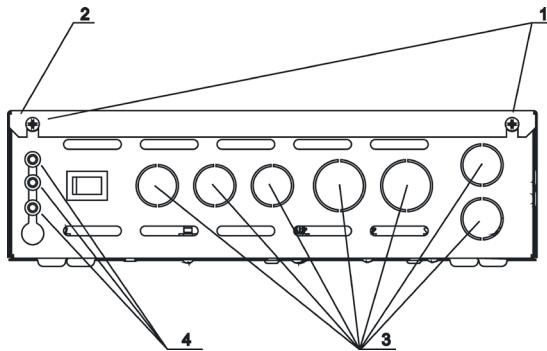
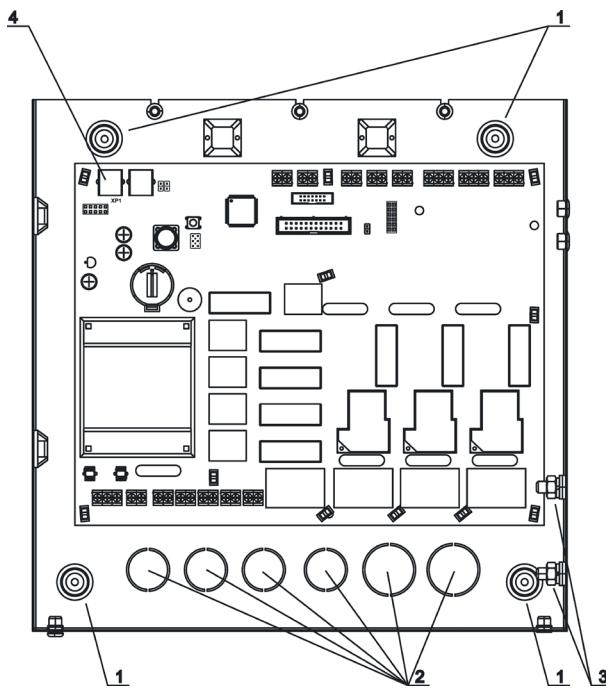

Рисунок 5 Блок мощности Comfort AIR+
Рисунок 6 Блок мощности Comfort AIR+
- Крестовой отверткой открутить винты фиксации крышки блока мощности (рис.5, поз.1)
- Снять верхнюю крышку (рис.5, поз.2)
- Закрепить корпус блока мощности на стене через крепежные отверстия на задней стенке корпуса (рис.6, поз.1). Диаметр крепежных отверстий 3.5 мм
Схема подключения нагрузки (электрокаменки, до 18кВт) и доп. оборудования (двигатели, контакторы, освещение, датчики) к пульту управления при наличии трёхфазной сети питания приведена на рис.6а.
- электрокаменки (расположены на стенке внутри корпуса блока мощности, рис.6, поз.3)**
Для ввода кабелей в корпусе блока мощности предусмотрены отверстия (рис.5, поз.3 – для ввода кабелей через нижнюю стенку корпуса и рис.6, поз.2 – для ввода кабелей через заднюю стенку корпуса).
Подключение доп. оборудования (двигатели, контакторы, освещение, датчики) производится согласно рис.6а.
Межблочный кабель и кабели датчиков заводятся в корпус блока мощности через резиновые сальники (рис. 5, поз.4).
В розетку XP1 платы блока мощности подключить второй разъём межблочного кабеля (рис.6, поз.4)
После выполнения всех подключений необходимо установить крышку блока мощности (рис.5, поз.2) на его корпус и зафиксировать крышку болтами (рис.5, поз.1).